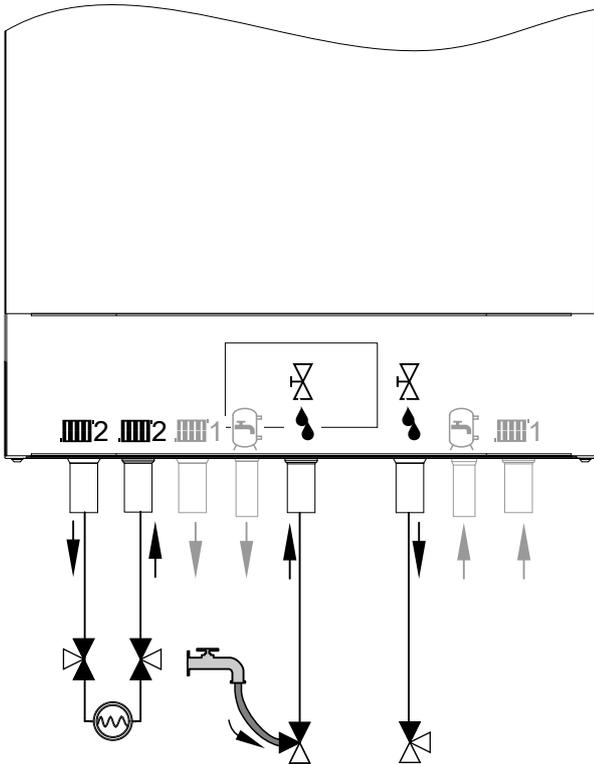

Abb. 65
Über die 3-Wege-Kugelhähne den Durchfluss zu Heiz-/Kühlkreis 2 öffnen: Siehe Abb. 65.
3. 3-Wege-Kugelhahn im Einlass Befüll- und Spülanschluss gemäß Abb. 65 öffnen.